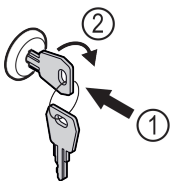

Fig. 191
- ▶ Вдавити ключ Fig. 191 (1).
- ▶ Повернути ключ на 90° за годинниковою стрілкою Fig. 191 (2).